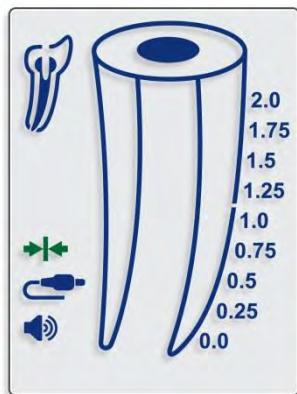

Fig. 3
- 7.3.2. «Tilkobling»-ikon skal vises på skjermen, og indikere riktig tilkobling (Fig. 3).